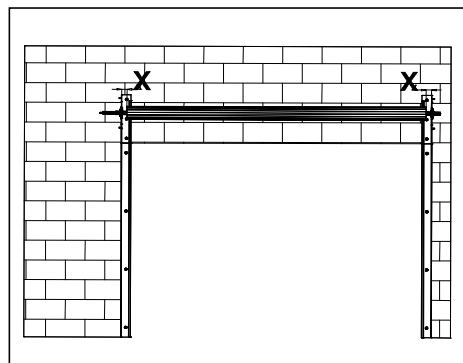

Figura 17
3. Centralize o eixo de forma que as folgas nas laterais (x) estejam com a mesma distância. (Veja Figura 17).